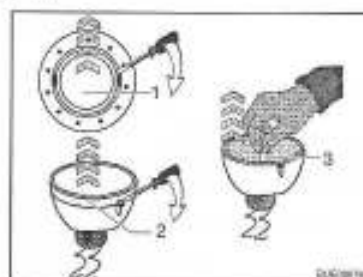

Fig. 207 Remplacer l'ampoule halogène
- Desserrer la bague de recouvrement intérieure (Fig. 207,1) du boîtier avec un tournevis.
- Défaire la bague de recouvrement avec le panneau en verre (Fig. 207,2) de la partie inférieure de la lampe halogène encastrée à l'aide d'un tournevis.
- Retirer l'ampoule halogène (Fig. 207,3).